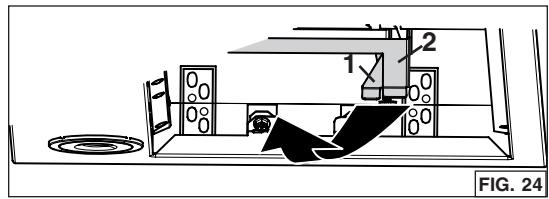

FIG. 24
- NOTA: En el caso de que, por cualquier motivo, se debe retirar el aparato del gabinete, es posible desbloquear los ganchos Ease of Install. Para hacerlo: mantener la campana y empujar en uno de los lados, levantar simultáneamente ambos palancas de los ganchos Ease of Install (**1** y **2**, en gris en la FIG. 24) del otro lado de la campana hasta que los ganchos estén desbloqueados.